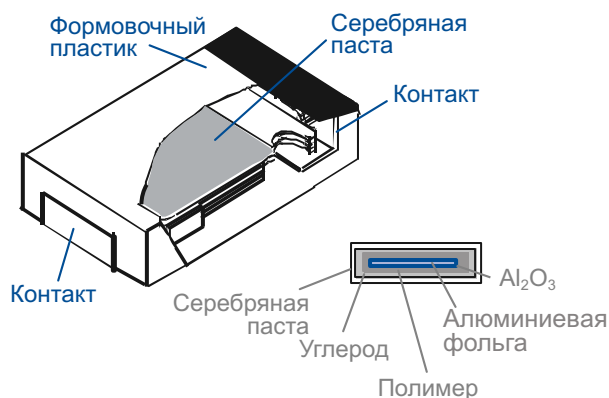

Рисунок 1.
- **Многослойные полимерные алюминиевые конденсаторы** в качестве электролита используют проводящий полимер и имеют алюминиевый катод (Рисунок 1). В зависимости от конкретной модели, эти конденсаторы охватывают диапазон напряжений от 2 до 25 В и диапазон емкостей от 2.2 до 560 мкФ. Отличительная электрическая характеристика этих полимерных конденсаторов — чрезвычайно низкое эквивалентное последовательное сопротивление (ESR). Например, ESR